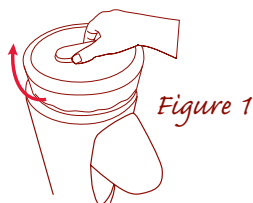

Figure 1
2. Pour enlever le réservoir à glaçons, tenez-le d'une main et tournez-le dans le sens horaire, puis soulevez-le pour l'ôter (Figure 1).